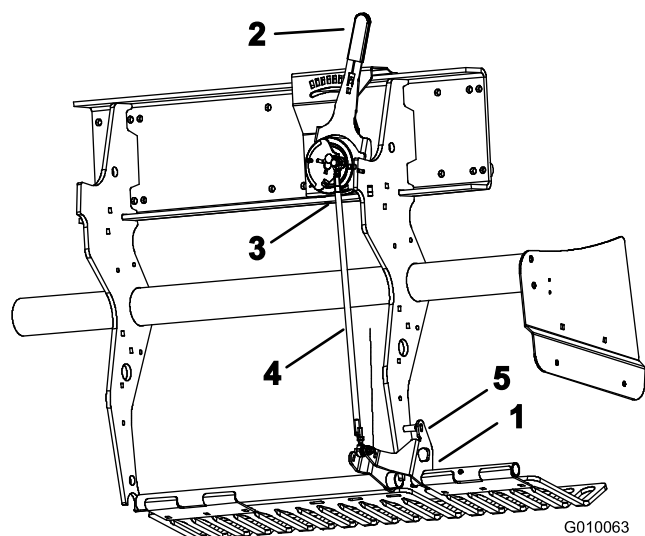

Figura 58
1. Girate verso l'alto la staffa di montaggio della protezione del tappeto erboso sinistra (Figura 58) per inserire un perno di bloccaggio (bullone o fioretto 5/16 poll.) tra la staffa e il tubo di impostazione della profondità saldato al telaio.
2. Spostate la leva di profondità delle fustelle (Figura 58) in posizione H (profondità massima).
3. Scollegate l'interruttore a sfera (Figura 58) dal cablaggio preassemblato (interruttore 'testa abbassata').
4. Allentate i controdati sinistro e destro sul tirante di regolazione della profondità (Figura 58).